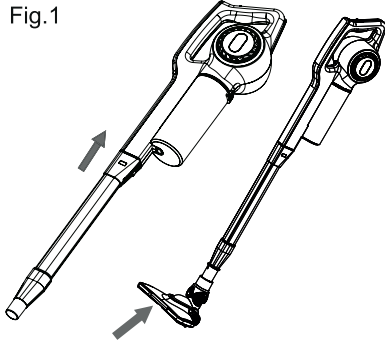

Fig.2
- Para desacoplar el tubo de extensión y zapata del aspirador, presione el botón para expulsar el tubo del cuerpo que se encuentra en la parte trasera y estire hacia fuera. (Fig.2).